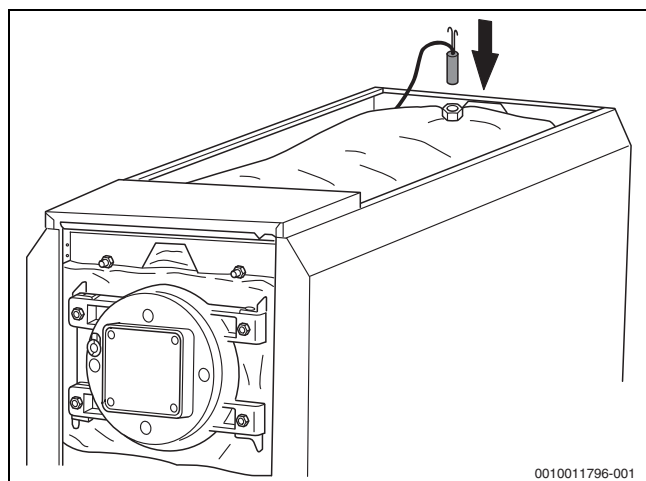

Fig. 30 Introduire la sonde de température dans le doigt de gant
Les sondes du limiteur de température de sécurité (STB) et du thermostat (TR) doivent être montées sur la face supérieure de la chaudière, sur le lieu de montage (→ fig. 30, page 27).